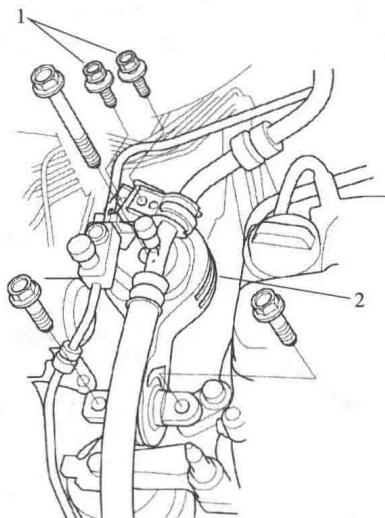

图 1-1-19
(6) 拆下曲轴皮带轮。
(7) 在油底壳下放置一个千斤顶和木块，以支撑发动机。
(8) 拆下固定空调管路的螺栓 1，然后拆下上扭杆 2，如图 1-1-19 所示。